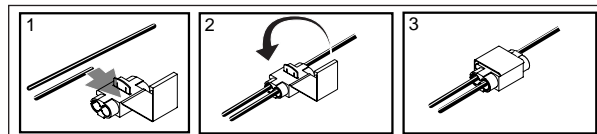

Fig.1
- Die andere Kabel werden mittels die beigelieferten Quetschverbinder, wie im Fig.1 und Schema angegeben ist, am Fahrzeugkabeln, angeschlossen.